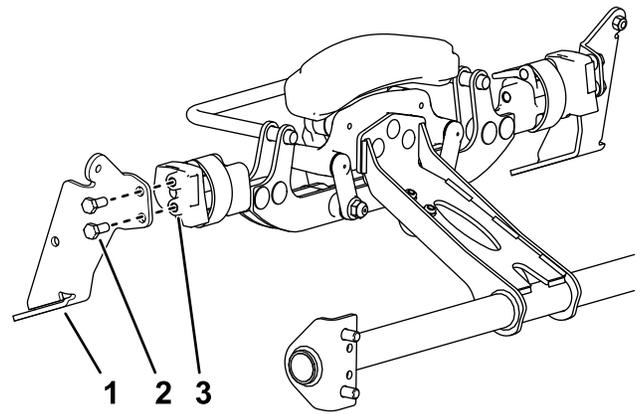

図 4
2. Cuttingユニットの両側にブラシブラケットに取り付けるボルト5/16 x 3/4"2本で図4のように取り付ける。